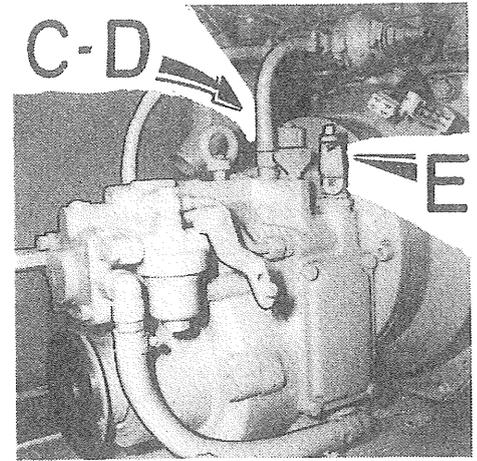

Fig. 30
1. Løs returslangen (fig. 30, pos. C) og skru ut nippelen D. Vri slangen tilside.
2. Sett omstyringsarmen (E) i bakre stilling som vist. Omstyringsveiven er da i forreste stilling og gir plass for nedføring av sumpumpen.
- VIKTIG: Manøverhendelen (E — fig. 30) må ikke bevegtes uten at motoren er igang — se side 14.
3. Sett sumptømmepumpen ned i gearhussumpen, gjennom åpning for nippelen (D). Påse at slangen når ned i bunnen. Pump oljen ut og over i en tom boks. Tørn motor litt for hånd slik at kjøleren tømmes.
4. Fyll 2,6 liter ren smøreolje av riktig kvalitet gjennom nippelhullet (D) (eller gjennom hullet for avluftingsventilen).
5. Skru fast nippelen (D — fig. 30) og skru returslangen (C) på plass igjen.
1. Unscrew return hose (fig. 30, pos. C) and nipple D. Turn the hose away from the nipple hole.
2. Move operating lever (E) into rear position, as shown. The internal pitch control shaft is then in forward position, permitting the drain pump to be inserted.
- IMPORTANT: Do not move operating lever (E — fig. 30) before engine is running — see page 14.
3. Insert sump oil drain pump through nipple hole (D). Check that the hose is passing down into the gearbox sump. Pump the oil out and into an empty can. Turn engine by hand to drain oil cooler.
4. Fill 2,6 litres of clean lubricating oil of correct grade through nipple hole (D) (or through the breather valve hole).
5. Replace nipple (D — fig. 30) and screw home return hose (C). Start engine and check filter seal and return hose for leakage.